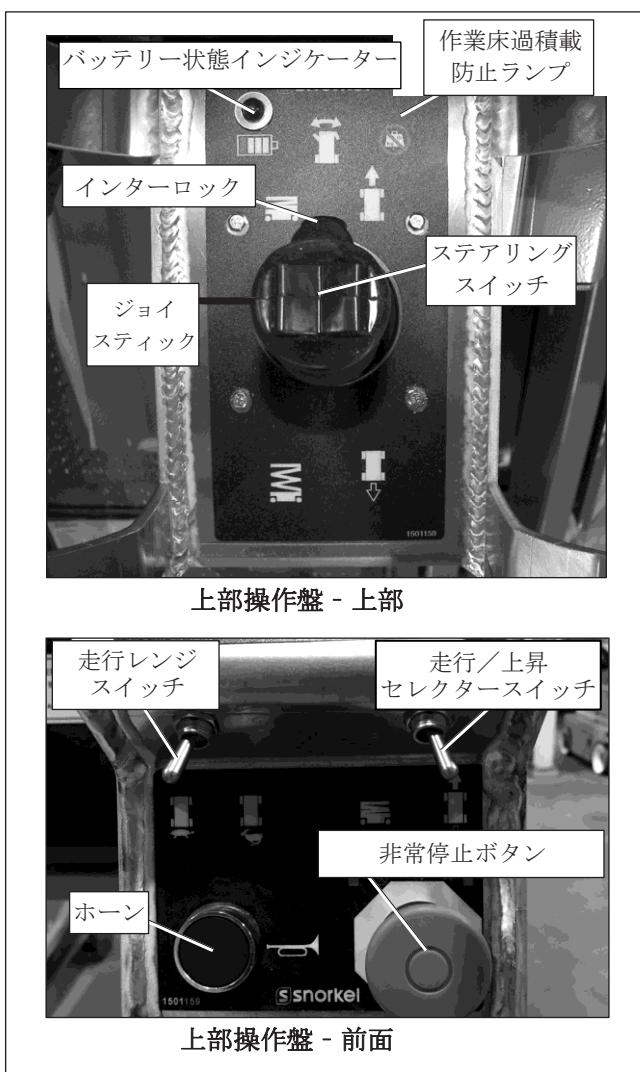

図8.16 - 上部操作盤
4. 上部操作盤で、非常停止ボタンを引き出します（図8.16を参照）。